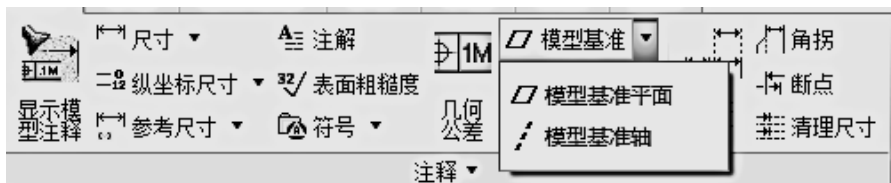

图 9-69 【模型基准平面】命令的位置
(1) 单击【注释】→【注释】模块→【模型基准】下拉选项的  模型基准平面按钮，如图 9-69 所示，系统弹出图【基准】对话框，如图 9-70 所示